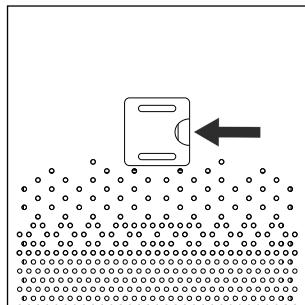

Abb. 1
2. Öffnen Sie Abdeckung des Partikelsensorfachs ⑪ an der Geräterückseite, indem Sie mit dem Finger in die Öffnung der Abdeckung ⑪ fassen (s. Abb. 1). Ziehen Sie dann die Abdeckung ⑪ in Ihre Richtung, bis sie sich öffnet.